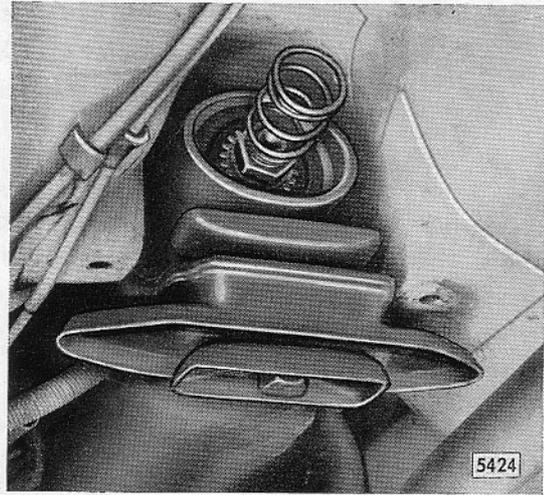

Bild B 20 - Druckfeder für Gelenkwelle auf Getriebehauptwelle aufgesteckt
1. Vor Einbau der Gelenkwelle Druckfeder mit der Seite des kleinen Durchmessers auf Getriebehauptwelle aufstecken (Bild B 20).